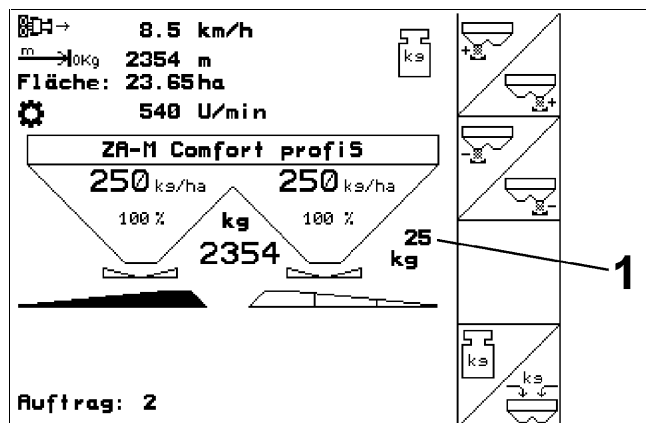

Fig. 38
- En el Menú de trabajo se indica la cantidad de fertilizante distribuida (Fig. 38/1).